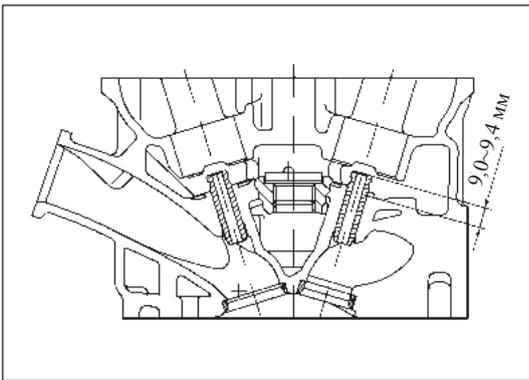

Рис. 12-3-34. Установка направляющей втулки клапана
- е) Извлечь головку блока цилиндров из воды и при помощи подходящего инструмента осторожно вставить новую направляющую втулку клапана так, чтобы выступающая из головки блока цилиндров часть имела длину 9,0~9,4 мм, как изображено на рис. 12-3-34.